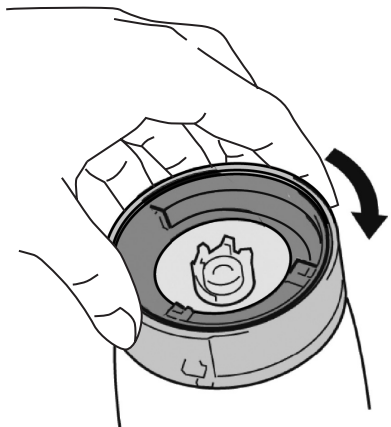

Fig. 2
- Colocar la jarra sobre la unidad del motor procurando que quede bien sujeta. (Fig.2).